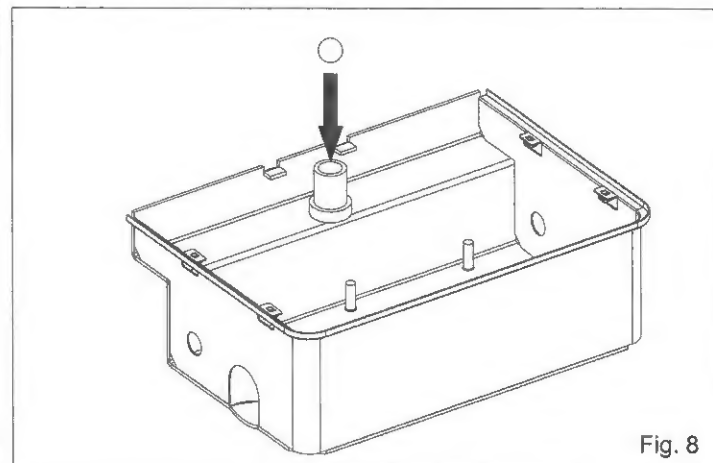
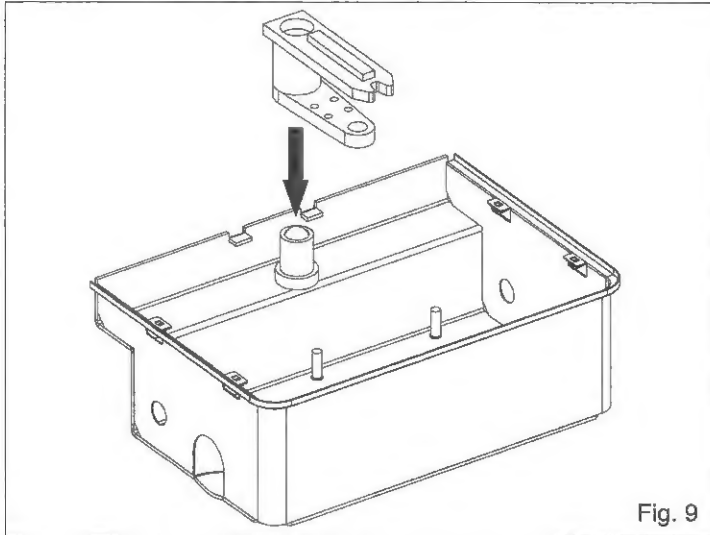
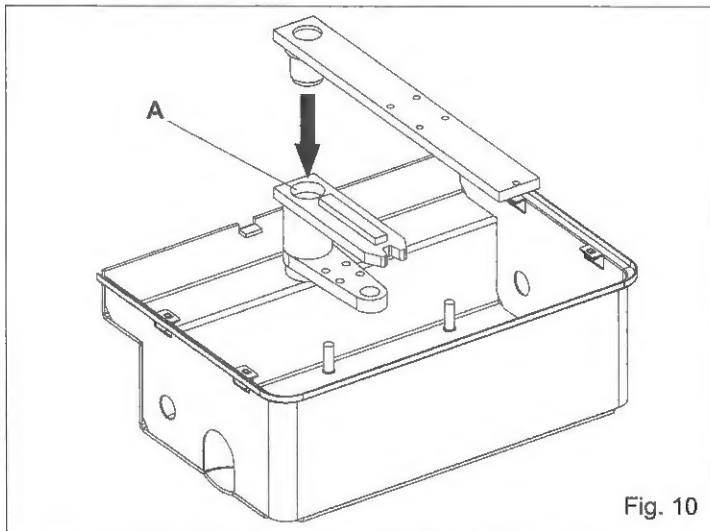

Fig. 8
Fig. 9
Fig. 10
2.4. Insérer la bille dans l'arbre foré (Fig. 8)
2.5. Insérer l'ensemble manivelle dans l'arbre foré (Fig. 9)
2.6. Graisser abondamment le trou A et insérer l'ensemble vantail (Fig. 10)
N.B: Chaque ensemble doit être lubrifier avant insertion (Fig.8, Fig.9, Fig.10).